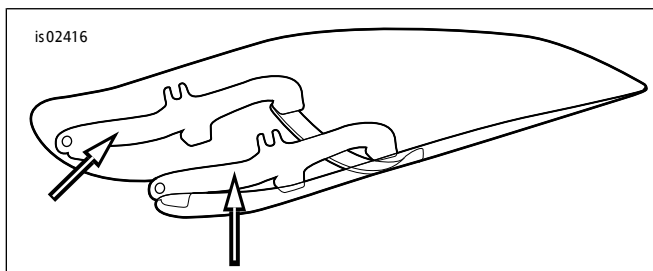

图1。挡风玻璃安装架
1. 参见图1。将挡风玻璃子组件正面朝下放置于干净、柔软的表面，使安装架朝上。